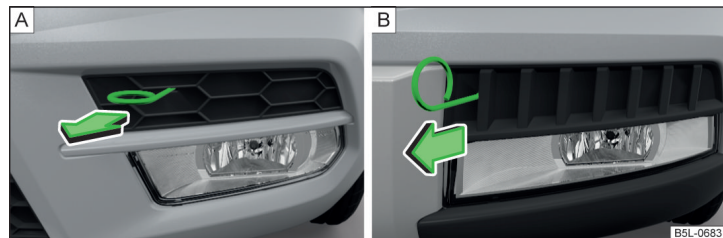

Fig. 188 Rejilla protectora: Variante 1 / Variante 2
- Suelte la rejilla protectora en el sentido de la flecha » fig. 188 por medio del estribo para retirar los tapacubos integrales » página 203, *Equipo de herramientas a bordo*.